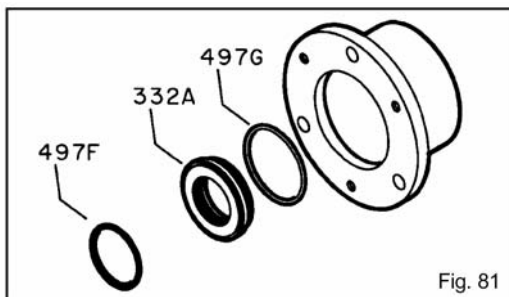

Fig. 81
10. Retire el sello de laberinto exterior (332A) de la caja de los rodamientos (134). Quite los O'ring (497F), (497G) si es necesario (Fig. 81).